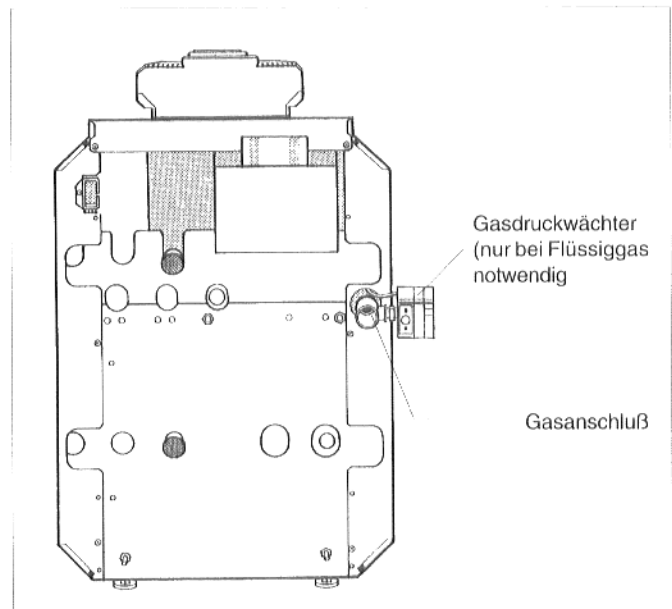

Abb. 19: Gasanschluß
Die Gasleitung ist spannungsfrei am Gasanschluß anzuschließen (Abb. 19).
- Bei **Flüssiggas** den mit den Umstellteilen gelieferten Gasdruckwächter unmittelbar am Gasanschluß des Heizkessels senkrecht (Einstellscheibe nach außen) in der Gasleitung eindichten (Abb. 19), dabei mitgelieferten Reduziernippel verwenden und Steckverbindung nach Schaltplan im Regelgerät herstellen.